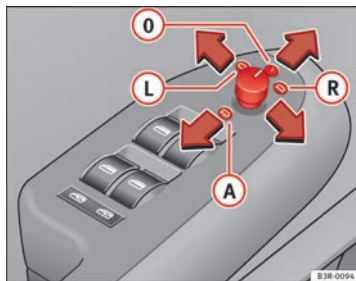

Abb. 105 Ausschnitt aus Armlehne: Drehknopf ▶
- Drehen Sie den Drehknopf in Stellung  $\Rightarrow$  Abb. 105 **L** (Fahreraußenspiegel) oder in Stellung **R** (Beifahreraußenspiegel).
Beim Einlegen des Rückwärtsgangs kippt die Spiegelfläche etwas nach unten, wenn auf den Beifahreraußenspiegel umgestellt ist (Drehknopf in Stellung **R**  $\Rightarrow$  Abb. 105). Dadurch wird beim Einparken die Sicht zur Bordsteinkante ermöglicht.